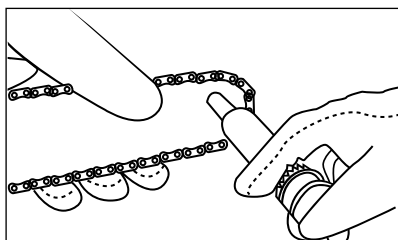

Рис. 15
3. Поместите иглообразную дюзу шприца в отверстие для смазки и вводите смазку до тех пор, пока она не появится на внешней кромке звездочки шины (рис. 15).